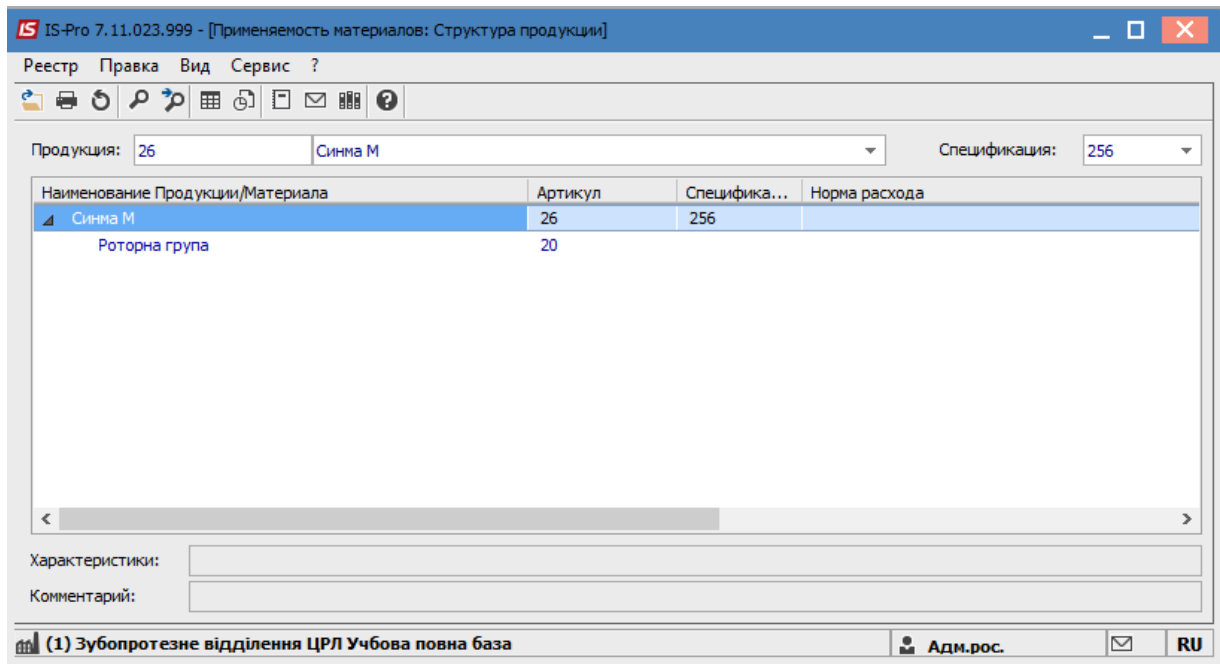

Рис. 1. Схема применяемости материалов
- **Применяемость полуфабриката** – показывает входимость материала с учетом структуры продукции (**Рис. 1**).